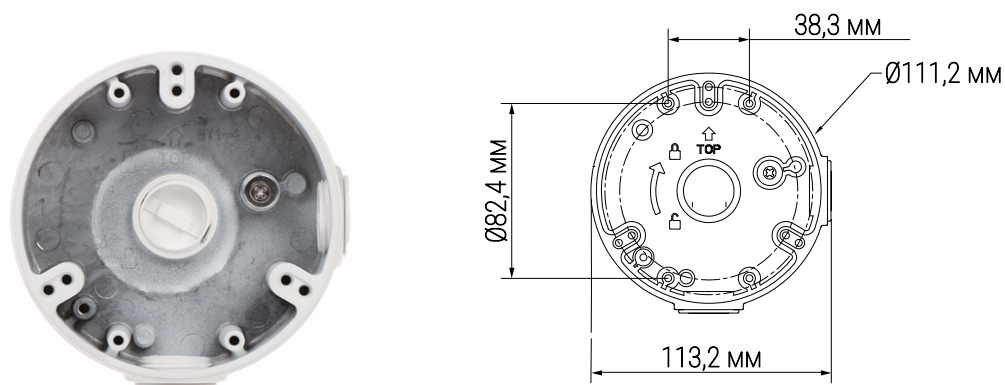
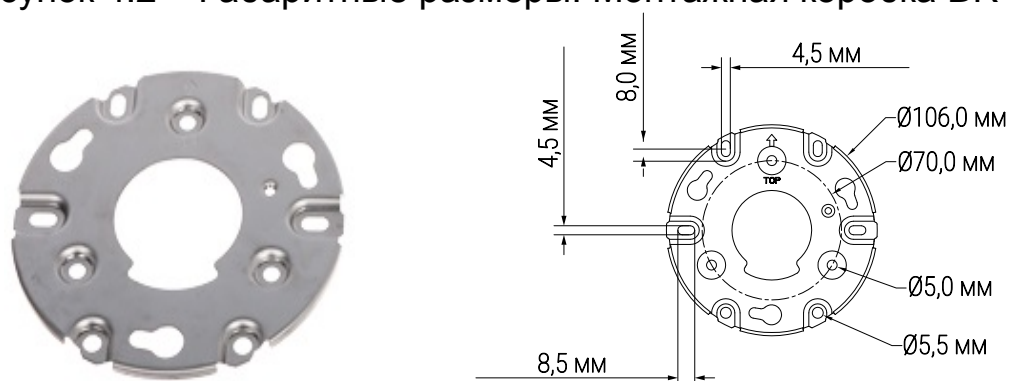

Рисунок 4.2 – Габаритные размеры. Монтажная коробка BR-205
Рисунок 4.3 – Габаритные размеры. Монтажное основание BR-205
1. Выберите место крепления монтажной коробки с учётом габаритных размеров изделия (Рисунок 4.2), монтажного основания изделия (Рисунок 4.3) и удобства работы с монтажным инструментом. Убедитесь, что монтажная поверхность способна выдерживать трехкратный вес камеры и монтажной коробки.